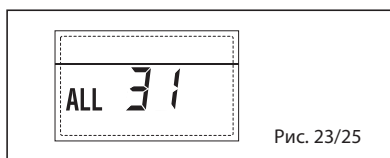

Рис. 23/25
– НЕПОЛАДКА КОНФИГУРАЦИИ ТРЁХЗОННОЙ УСТАНОВКИ “ТРЕВ 32” (рис. 23/26)